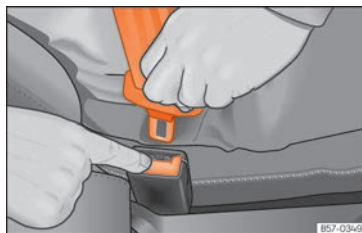

Fig. 22 Soltar la lengüeta del cierre del cinturón.
- Presione la tecla roja en el cierre »» **fig. 22.** La lengüeta saltará del cierre.